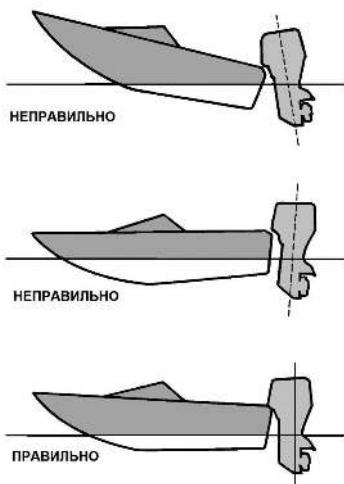

Рис. 41 Установка угла дифферента
- Нужно устанавливать такой угол дифферента, чтобы на максимальной скорости лодка шла параллельно поверхности воды (Рис. 41).